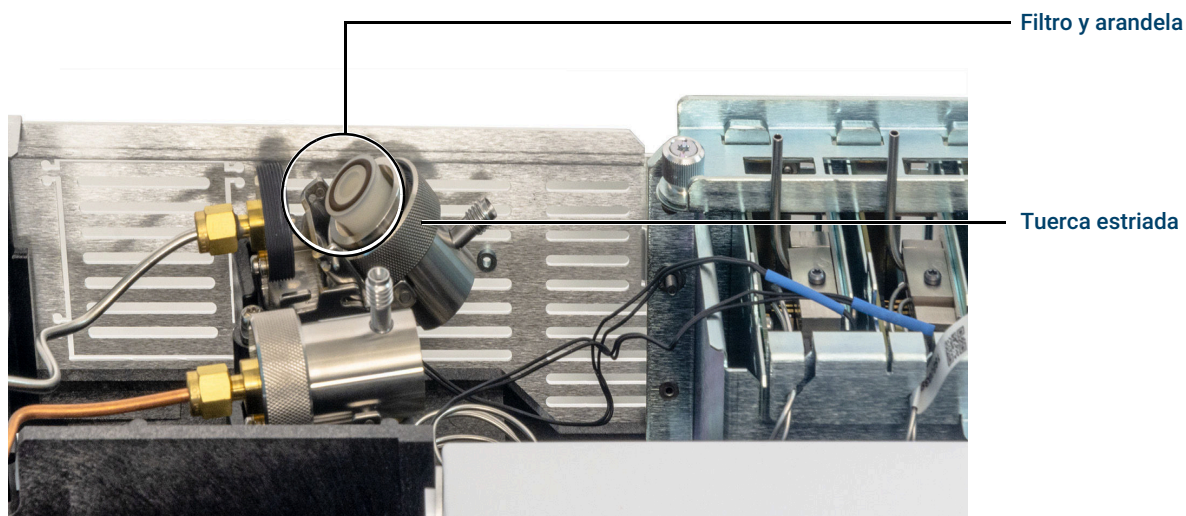

Figura 41. Deslice el conjunto de la trampa para dejar al descubierto el filtro
5. Deslice hacia atrás el conjunto de la trampa del soporte de montaje guiado e inclínelo hacia arriba para dejar al descubierto el filtro como se muestra en la Figura 41.